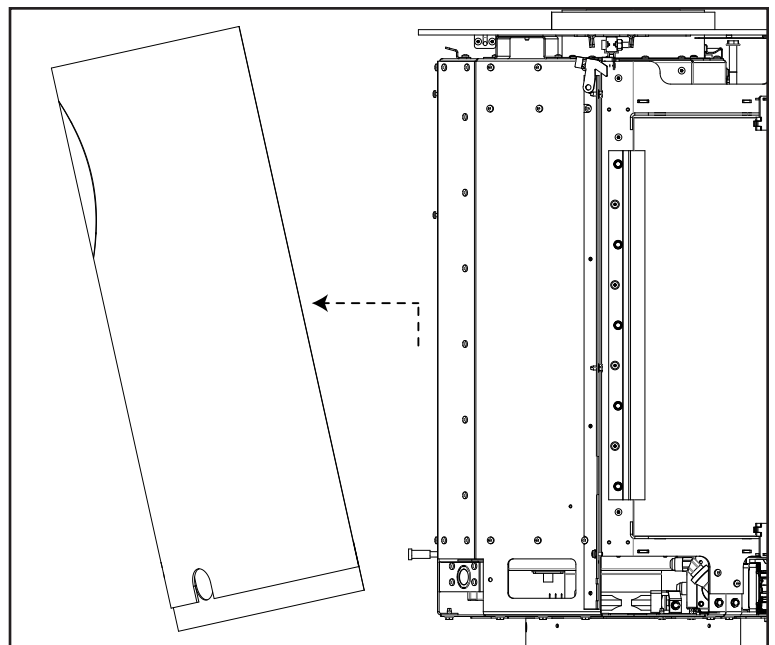

Figure 23: Retrait du châssis arrière
4. Soulevez pour dégager la fente des entretoises et retirez-la de l'unité (voir la Figure 23).